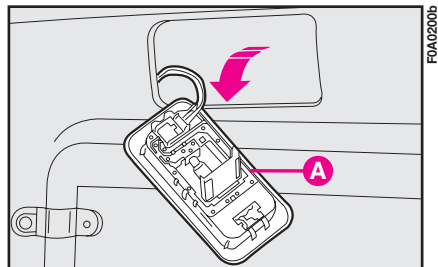

fig. 36
2) Aprire il contenitore **A-fig. 36** quindi sostituire la lampada bruciata.